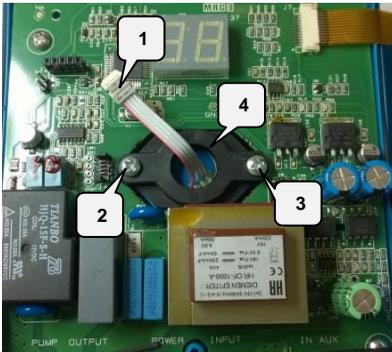

Figura 8
1. Per la sostituzione del sensore di pressione è necessario eseguire le stesse operazioni come ai punti 1-2-3 relativi alla "sostituzione scheda elettronica" e poi si prosegue con lo sganciare il connettore del sensore di pressione (1) (Figura 8).
2. Svitare le viti (2) e (3) dell'anello ferma sensore (4) (Figura 8).
1. To replace the pressure sensor it is necessary to follow the same steps as in points 1-2-3 on the "replacing electronic board " and then continues to unclip the pressure sensor connector (1) (Figura 8).
2. Unscrew the screws (2) and (3) of the sensor ring (4) (Figura 8).
Avvitare le viti (2) e (3) dell'anello ferma sensore (4) (Figura 8) utilizzando una chiave dinamometrica con una forza pari a 0.3 Nm
Tighten the screws (2) and (3) of the sensor ring (4) (Figura 8) using a torque screwdriver with a force of 0.3 Nm.